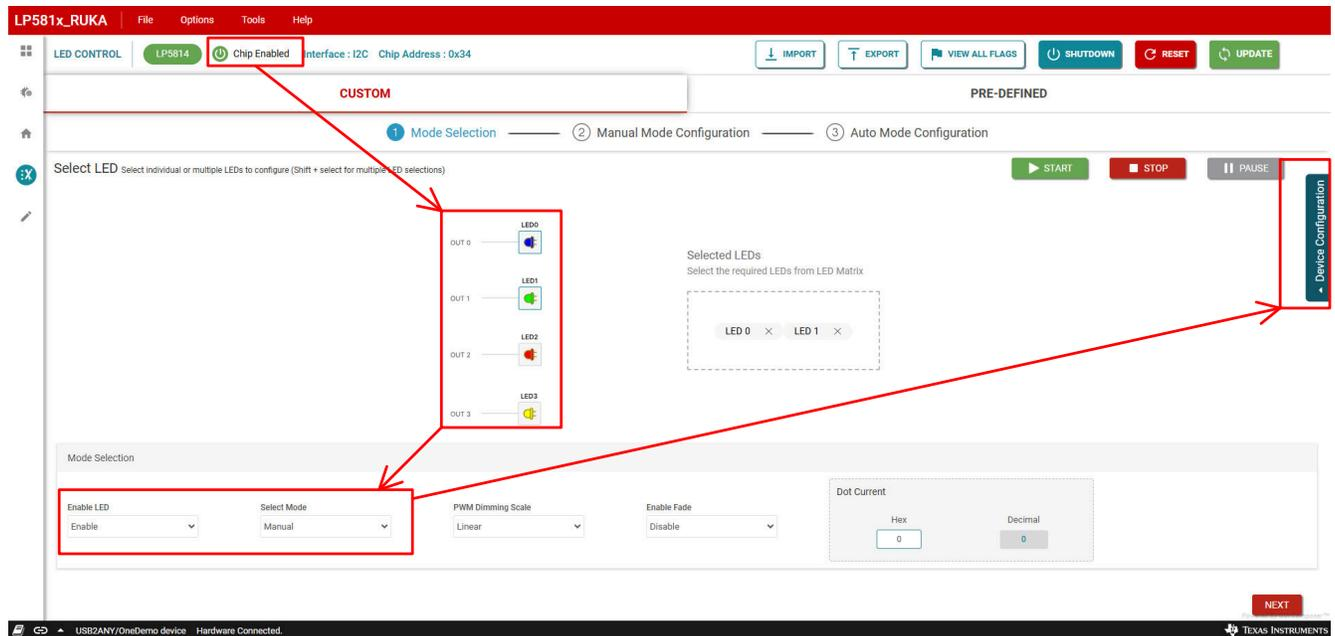

图 3-10. 芯片使能和手动模式设置
1. 单击 **芯片使能** 按钮以启用芯片，如 图 3-10 所示。